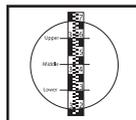

Fig.7
- Relevez la hauteur sur la mire de nivellement, au niveau du trait central du réticule de visée. On peut généralement faire des estimations à 1 mm près avec les mires métriques. La hauteur mesurée à la Fig. 7 est de 3456 m.
- Par exemple, dans la Fig. 7 les valeurs sont de 3601 m et 3309 m, la distance entre l'instrument et la mire de nivellement est donc de : $(3601 - 3309) \times 100 = 29,2$ m.